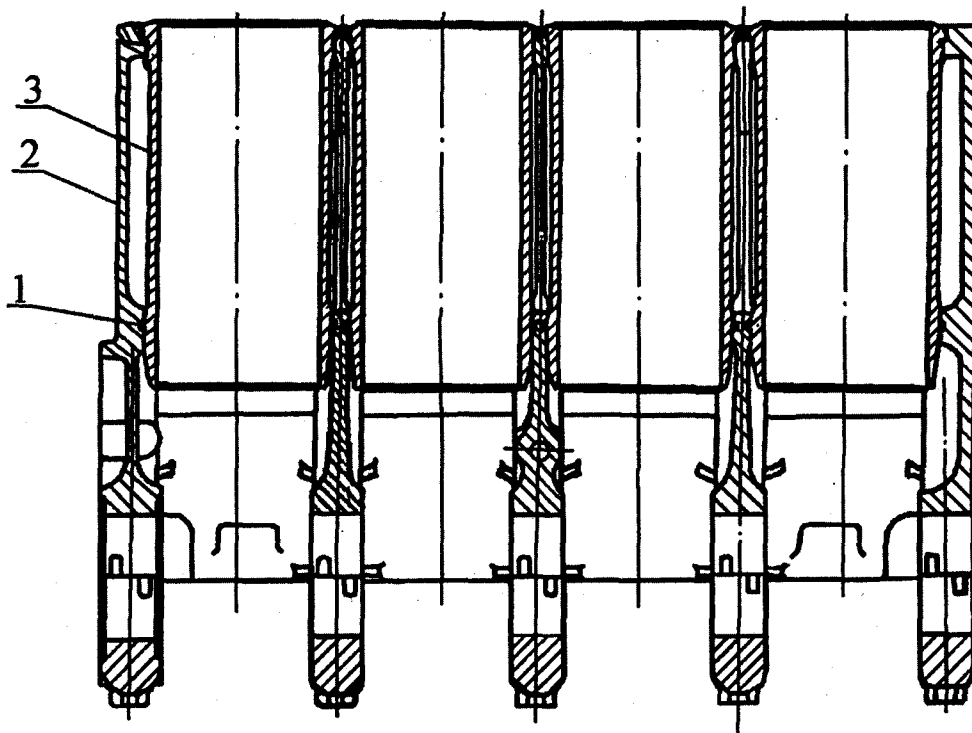

Рис. 11 - Установка гильз цилиндров
3. Обдуть блок сжатым воздухом, установить гильзы 3 (рис. 11) в блок 2 без уплотнительных колец и проверить легкость проворачивания их в посадочных поясах. Гильза должна легко проворачиваться в блоке.